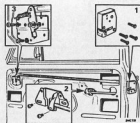
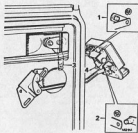

Abb. 5
Abb. 6
- (1) Türgriff, Schließblech und Fensterkurbel ausbauen.
- (2) Türtauche ausbauen und Verkleidungsblech abheben. Klebstreifen neben dem Schloß zurückziehen.
- (3) Schrauben von Klinke und Schließfernbedienung entfernen (Abb. 5).
- (4) Innenschloßschrauben entfernen (Abb. 5).
- (5) Unterteil des schließbetätigten Schließgliedes (3) vorsichtig von der
- Sperreleuge (4) abziehen oder abhebeln (siehe Abb. 6).
- (6) Klinke nach außen bewegen und die Sprungringe entfernen, die die Fernbedienungs (5) und den inneren Sperrehebel (2) an der Klinke sichern (siehe Abb. 6) und beide Einheiten und die Klinke vom Türrahmen abziehen.
- (7) Der Einbau geschieht unter besonderer Beachtung folgender Anweisungen in umgekehrter Reihenfolge des Ausbaus:
- (8) Abb. 6 beachten. Gewährleisten, daß der Fernbedienungshebel (1) und inneren Sperrehebel (2) sichere Sprengung richtig sitzt und die Sperreleuge (4) in der Federklemme des äußeren Schließgliedes (3) eingerückt ist.
- (9) Einstellung des Druckkopfes prüfen siehe "Nachstellungen" in Abschnitt Bb.5 des Werkstatthandbuchs.
- (10) Vorhandene oder neue Dichtstreifen am Türblech anbringen. Arbeitweise des Türschlosses vor Aufsetzen des Verkleidungsblechs prüfen.
- (11) Sofern notwendig, kann das Türschloßblech versetzt werden; siehe "Nachstellungen" in Abschnitt Bb.5 des Werkstatthandbuchs.